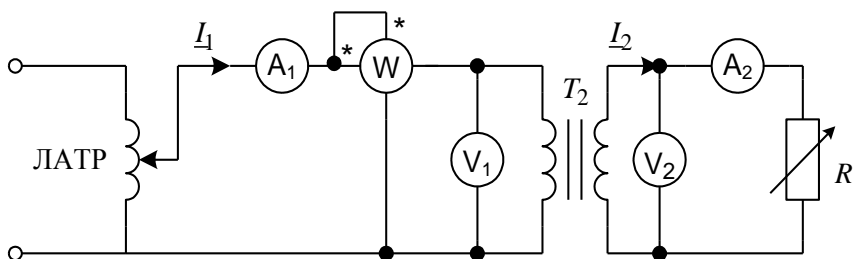

Рис. 48
2. За участю викладача зібрати схему показану на рис. 48.